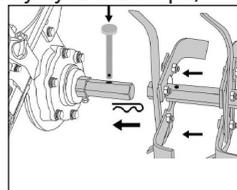

рис.4
- При помощи болтов из комплекта соберите фрезы. Лезвия необходимо устанавливать заточенной стороной по ходу движения агрегата. Установите фрезы на культиватор, используя пальцы и шпильки из комплекта (рис. 4).